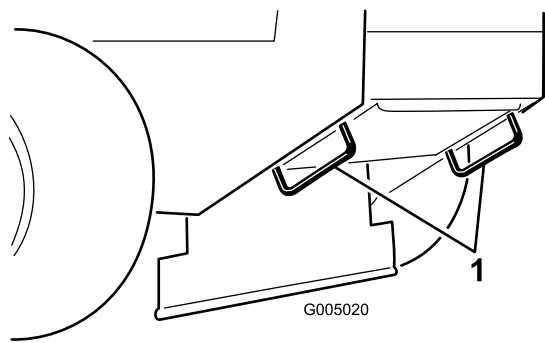

Figura 12
5. Utilize os aros de fixação metálicos na máquina para prender firmemente a máquina ao atrelado ou veículo com cintas, correntes, cabo, ou cordas (Figura 12).